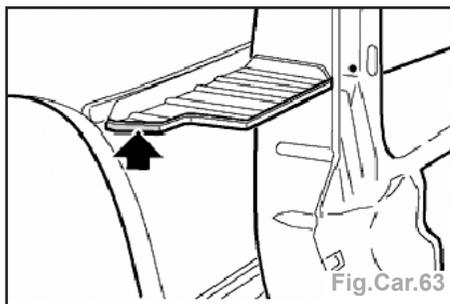

Fig.Car.63
- Vue de la surface de collage renfort latéral / élément extérieur passage de roue (Fig.Car.63).